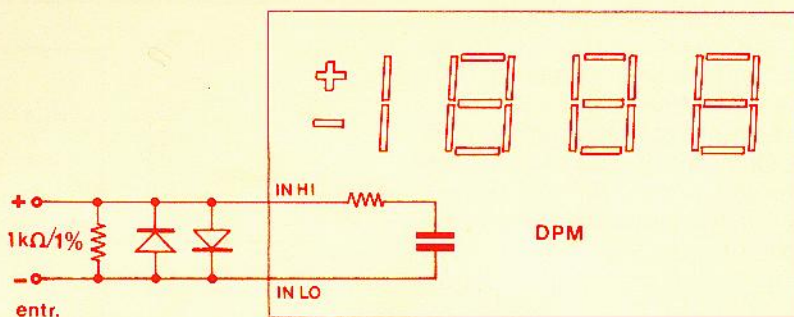

FIGURA 10
4.a) — **Microamperímetro até 200  $\mu\text{A}$ :** Utiliza-se, simplesmente, um resistor de 1 quilohm em paralelo com a entrada, para que, com 200  $\mu\text{A}$  de corrente, tenhamos uma tensão de 200 mV de tensão nos terminais do mesmo. Este artifício faz com que haja uma correspondência direta do valor de tensão com o valor de corrente (figura 10).